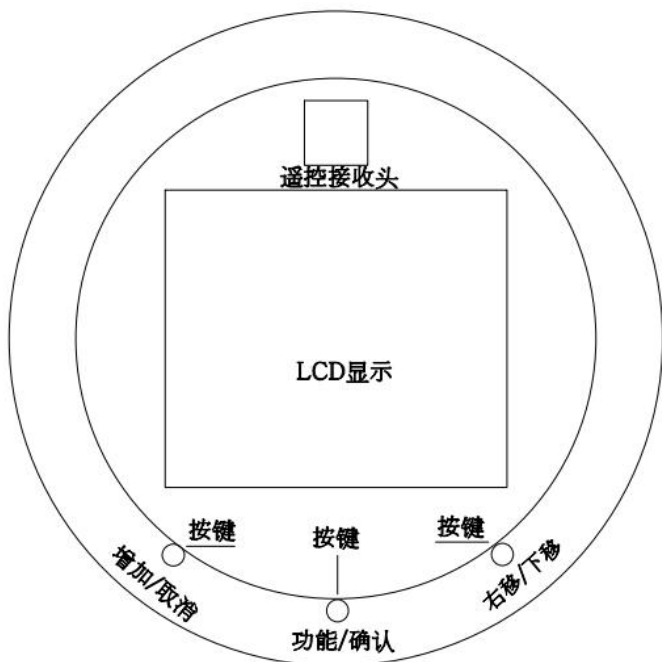

图 7.2 气体探测器处理单元面板
- 接线：拧开气体探测器上盖，拿出气体探测器处理单元面（见图 7.2），按照